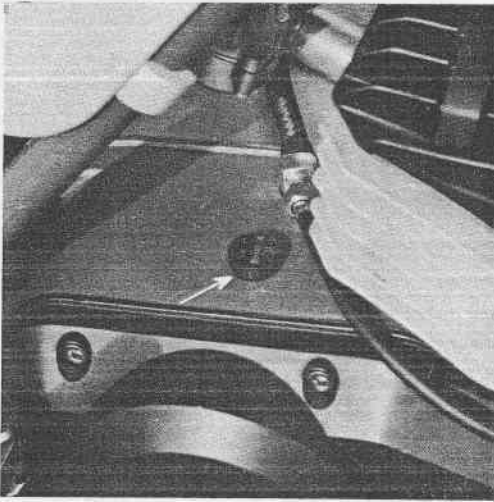
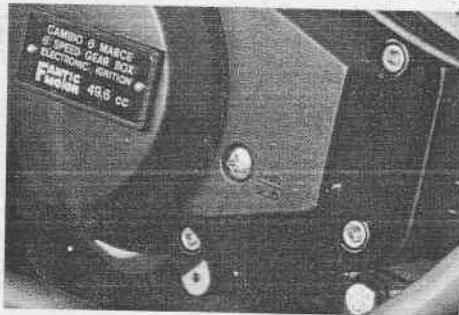

Fig. 9 - Tappo carico olio motore
Fig. 11 - Vite livello olio situata sul coperchio laterale destro del motore
- togliere il tappo di carico dell'olio posto sulla parte superiore destra del motore (Fig. 9)
- svitare di 2 o 3 giri la vite livello olio (Fig. 11) e versare dal tappo di carico (Fig. 9) Kg. 0,920 di MOTOR OIL SAE 20.